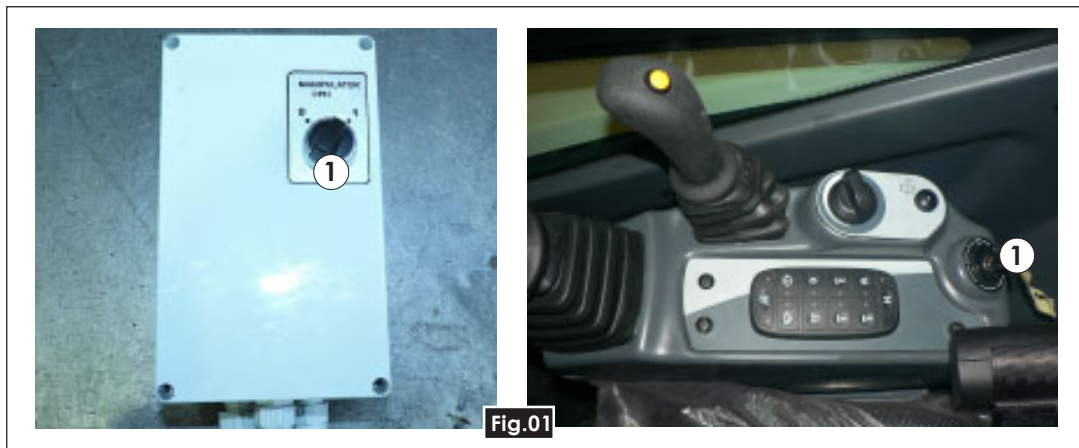

Fig.01
L'avviamento del motore e quindi il funzionamento della macchina è possibile solo se la chiave di contatto (Fig.01 part.1) è debitamente inserita.
In condizioni di deposito macchina o di manutenzione della stessa, occorre disinserire la chiave (Fig.01 pos.1) dal pannello. In condizioni di parcheggio bisogna togliere la chiave di contatto dal quadro qualora fosse possibile.
El arranque del motor y, por lo tanto, el funcionamiento de la máquina sólo es posible si la llave de contacto (Fig.01 pos.1) están introducidos de manera apropiada.
En los casos de depósito de la máquina o de mantenimiento de la misma, hay que desconectar la llave (Fig.01, pos.1) del panel. En los casos de estacionamiento hay que quitar la llave del contacto del cuadro si fuera posible.